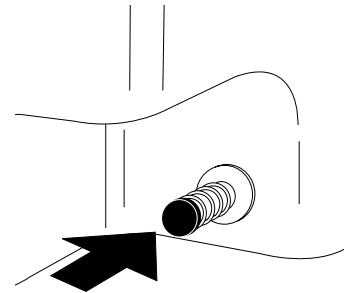

Fig. 2A
- 2) Enfiler le tuyau d'évacuation sur le bec (Fig. 2A).